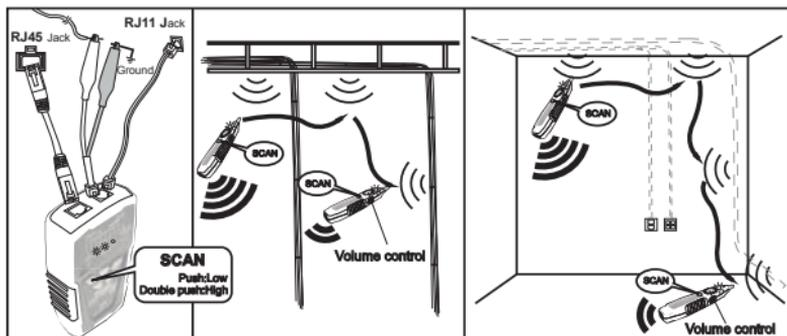

Ilustración 3 Localizar cables
Siga los siguientes pasos para localizar cables (Ilustración 3):
1. Conecte la pinza cocodrilo negra del transmisor a tierra, después conecte la pinza roja a la clavija o conexión eléctrica como se muestra en la Ilustración 3.
2. Como se indica en la ilustración 3, cuando presione el botón , el indicador "POWER/ BAT LOW" se encenderá y conectará el dispositivo. Presione el botón , para trazar el cableado. Cuando parpadee el indicador ROJO, estará en funcionamiento el trazado de cable a tono bajo. Vuelva a pulsar el botón .
3. Como muestra la ilustración 3, pulse **SCAN** en el receptor para activar la función de trazado de cable. El trazado debería indicarse a través del altavoz. Cuando utilice auriculares, no se reproducirá ningún sonido por el altavoz, solo por los auriculares.